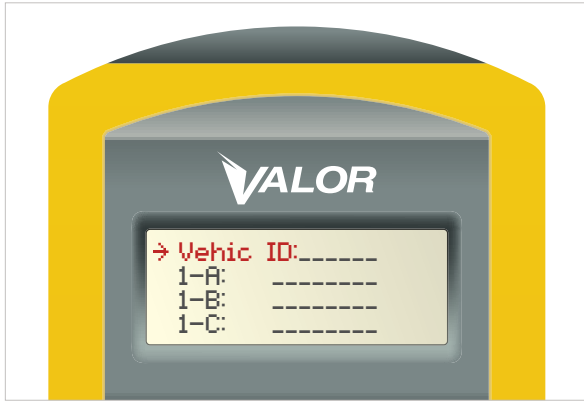

Figure 8
2. Placez le curseur sur → l'option Vehicle ID (ID du véhicule) (Figure 8) et éteignez puis rallumez l'émetteur-récepteur CANbus. (Éteignez le véhicule ou utilisez l'interrupteur d'alimentation du faisceau Valor (Figure 8A).